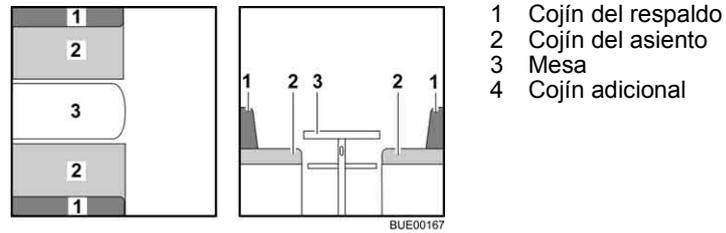

Fig. 89 Antes de la transformación
- Transformar la mesa (Fig. 89,3) en base de cama (véase apartado 6.11).
- Quitar los cojines del respaldo (Fig. 89,1) y ponerlos a un lado.